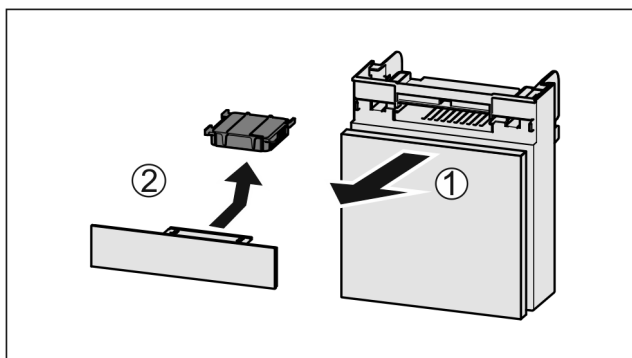

Fig. 164
- ▶ Predal izvlecite Fig. 164 (1) naprej.
- ▶ Odstranite Fig. 164 (2) aktivni ogljeni filter.